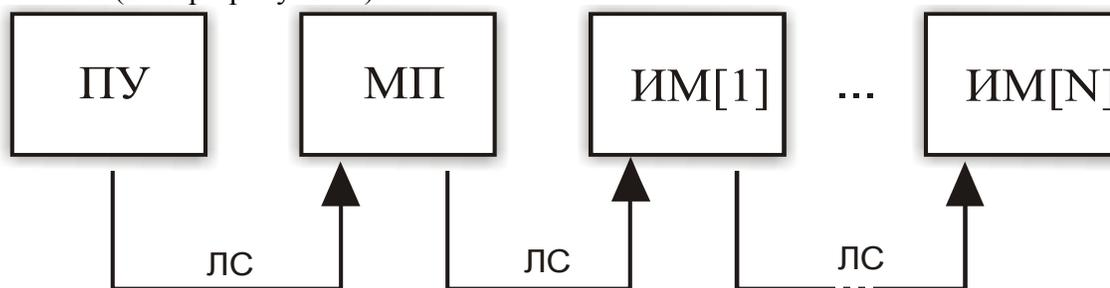

Рисунок 1. Структурная схема прибора
- 1) объединенных в одном месте в корпусах ЛБ4, позволяющих разместить до четырех модулей в одном корпусе (смотри рисунок 1 приложения В). В этом корпусе возможно размещение ПУ без изменения количества других модулей;
1.4.1 Прибор представляет собой комплект разнотипных модулей, информационно и физически объединенных ЛС (смотри рисунок 1).